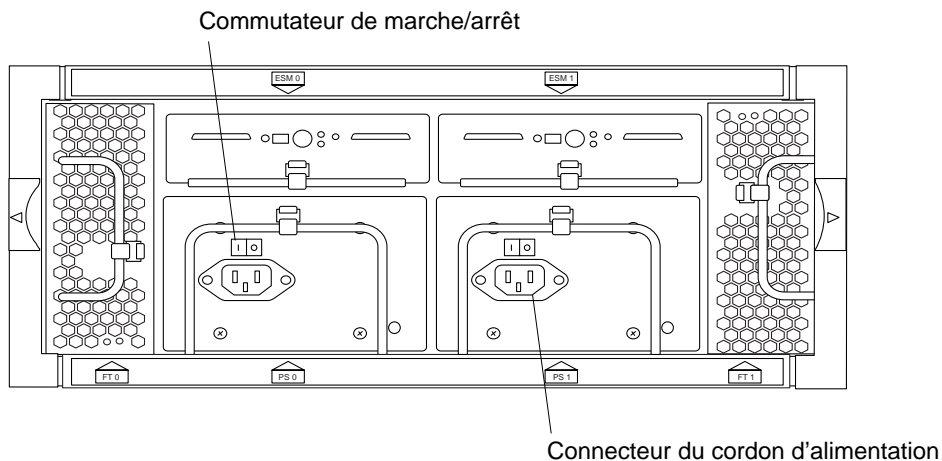

FIGURE 2-2 Commutateur de marche/arrêt et connecteur du cordon d'alimentation
4. Branchez les cordons d'alimentation dans les connecteurs correspondants (FIGURE 2-2).